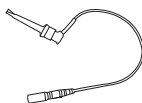

Bilde 1
1.3.1 Bilde av hovedenheten. (Bilde 1)